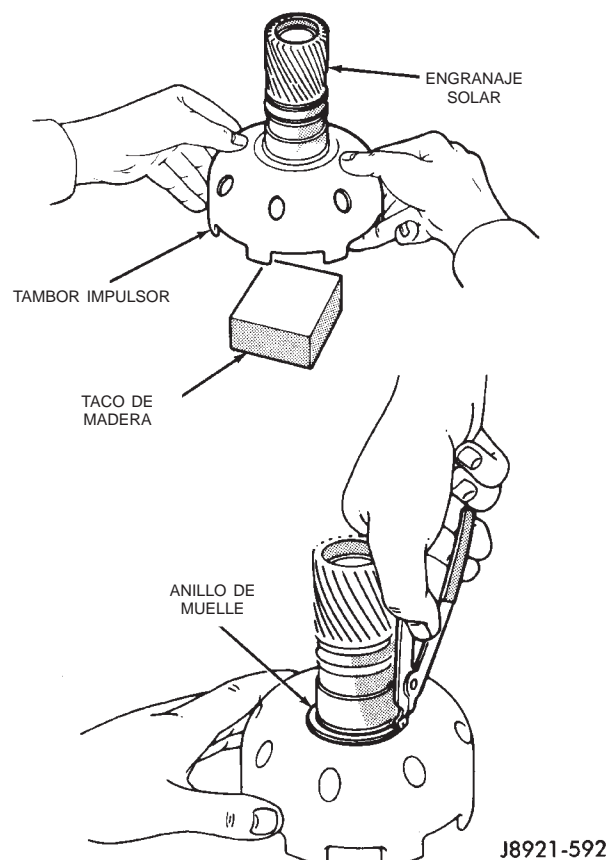

Fig. 264 Desmontaje e instalación del engranaje solar
(5) Apoye el engranaje solar en un taco de madera (Fig. 264). Luego retire primero el anillo de muelle del engranaje solar y separe el tambor del engranaje.